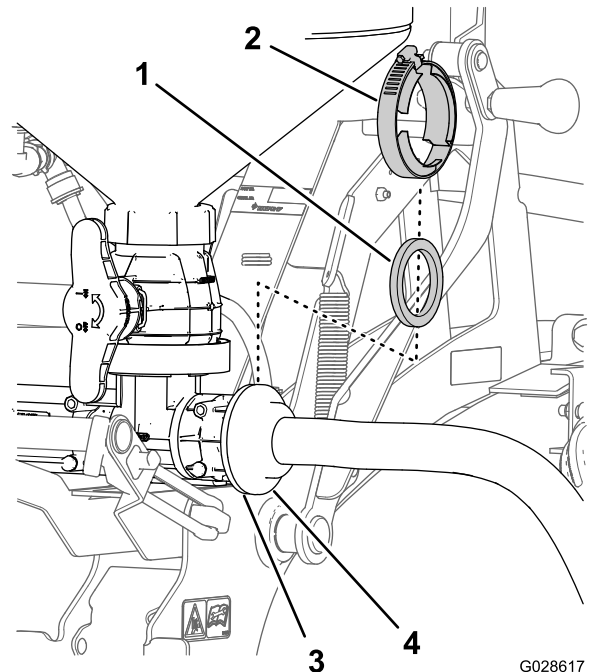

Figura 26
1. Alinee el acoplamiento con brida de la manguera de alimentación a la brida del eyector (Figura 26).
2. Sujete la manguera de alimentación al eyector con una junta y una brida de fijación (Figura 26).